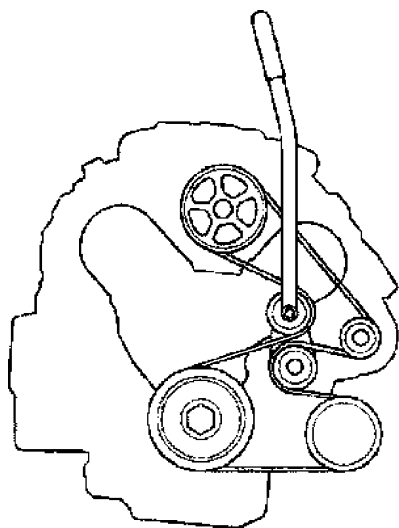

图 23-97 发动机传动带盘绕路径
- 3) 按照图 23-97 所示，记清发动机传动带的盘绕路径。